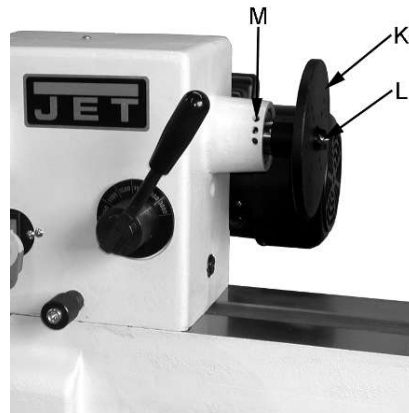

Fig 18
Schrauben Sie den Indexierstift in die Bohrung (M, Fig 18) am Spindelstock.
Die Aufspannscheibe (K, Fig 18) wird zum Drehen von Schüsseln und Tellern verwendet. Es befinden sich eine Vielzahl von Löchern (L) in der Aufspannscheibe um das Werkstück zu befestigen.